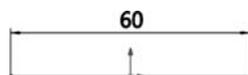
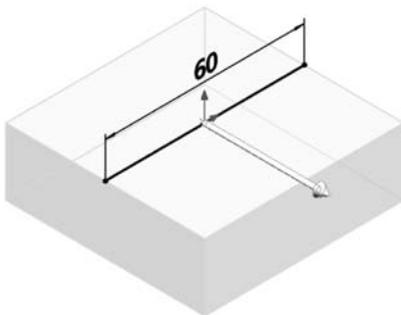

图 5-57 在右视基准面绘制草图
图 5-58 拉伸凸台
(1) 在右视基准面绘制草图,如图 5-57 所示。
(2) 单击【特征】选项卡上的【拉伸凸台/基体】按钮,会出现【凸台-拉伸】属性管理器。
① 在【方向 1】组,从【终止条件】列表中选择【两侧对称】选项。
② 在【深度】文本框内输入 60.00mm。
③ 选中【薄壁特征】复选框。
④ 在【薄壁特征】组,从【类型】列表中选择【单向】选项。
⑤ 在【厚度】文本框内输入 20.00mm,如图 5-58 所示,单击【确定】按钮。